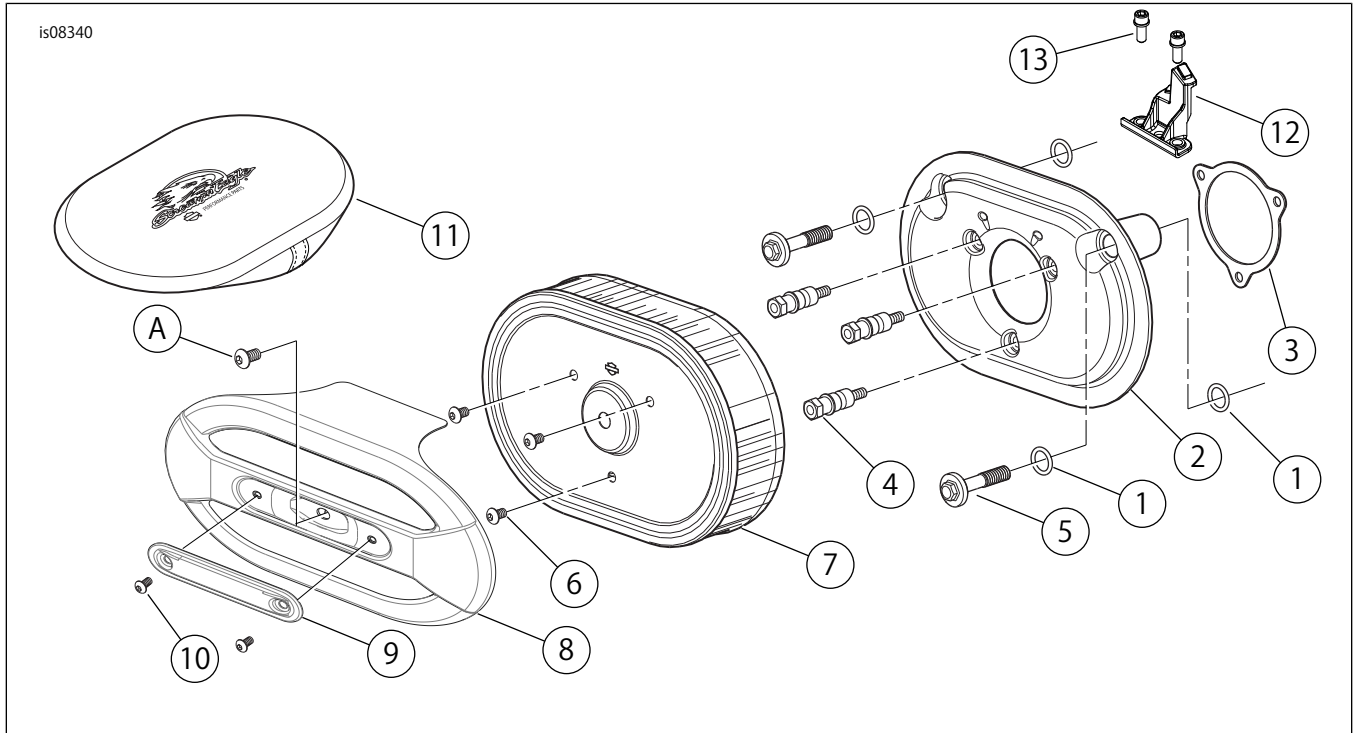

図3。交換用パーツ：Screamin' Eagleペンティレーターエリートパフォーマンスエアクリナーキット
「図3」および「表1」を参照してください。
- 「図3」を参照してください。ACRクリップ(12)を、サポートブラケットが取り付けられていたインダクションモジュールのボスに取り付けてください。スクリュー(13)で固定します。スクリューを3.4-4.5 N・m(30-40 in-lbs)のトルク値で締め付けます。
- 「図3」を参照してください。キットの光沢仕上げのトルクス®スクリュー(6)を3本使用して、エアクリーナーマウントスタッド(4)にエアフィルターエレメント(7)を固定します。スクリューを6.2-6.8 N・m(55-60 in-lbs)のトルク値で締め付けます。
- 「図3」を参照してください。8,000 km(5000 mi)ごとにエアクリーナーカバー(8)を取り外してフィルターエレメント(7)を点検します。埃の多い環境の場合は点検の頻度をさらに上げてください。